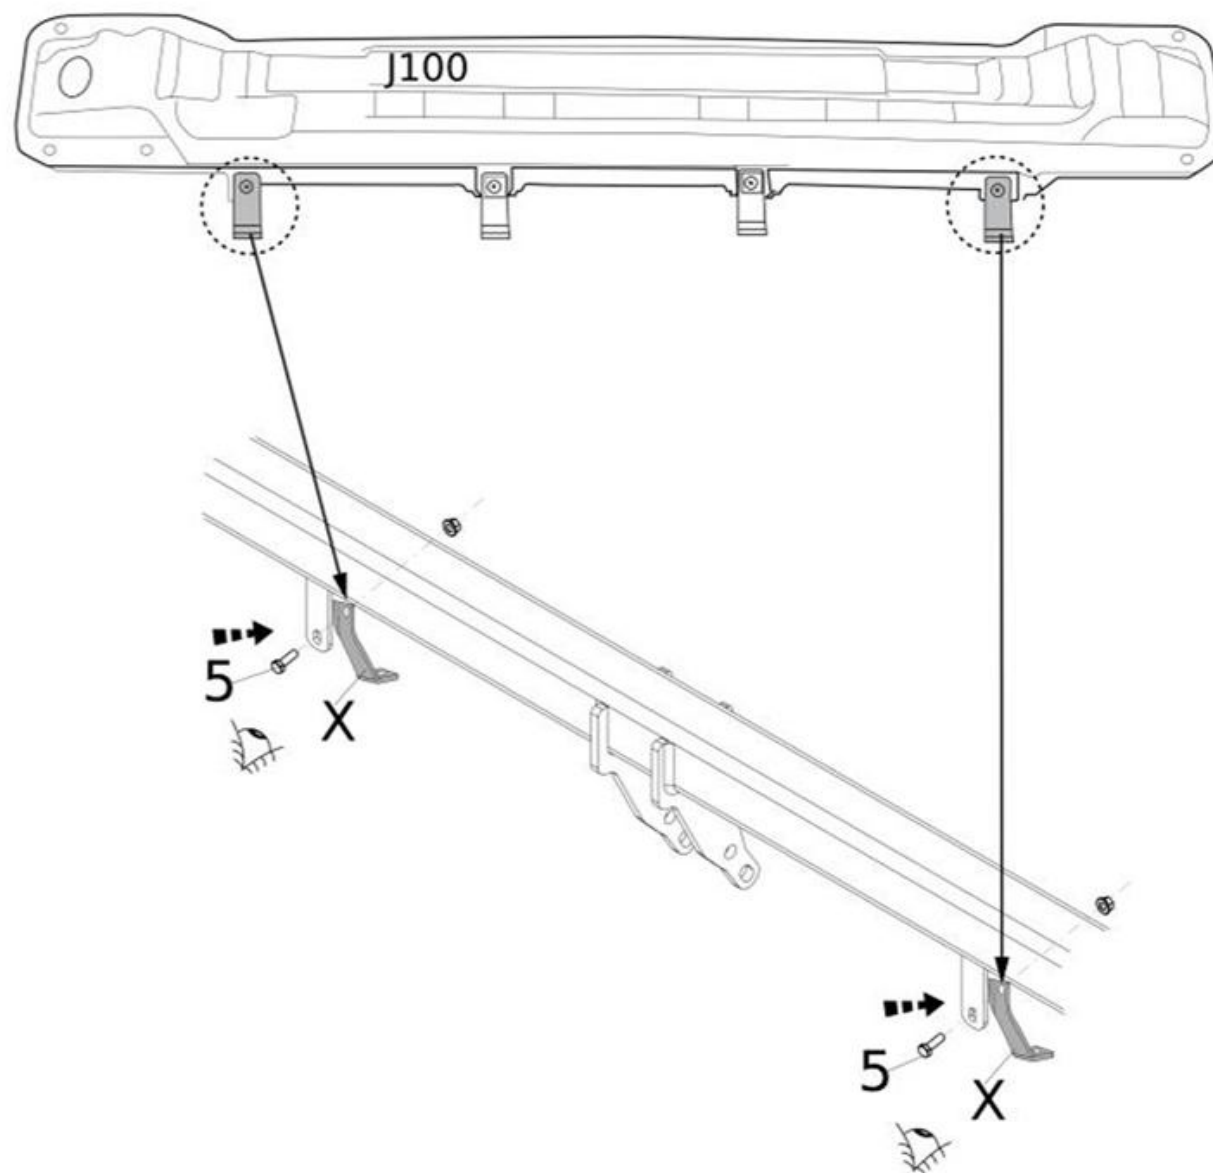

Fig. 2
5. Поставить кронштейны X и прикрепить их в точках N, закрепив не до конца. См. рисунок 2.